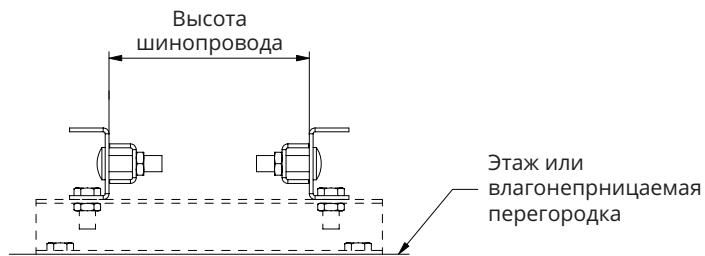

Рис. 1. Установка вертикального стационарного держателя
- Ослабьте гайки фиксирующих зажимов и зажмите их с обеих сторон боковой пластины шинопровода (рис. 1).
- Если шинопровод проходит через этажную плиту, то для него требуется установка бордюра (рис. 1).